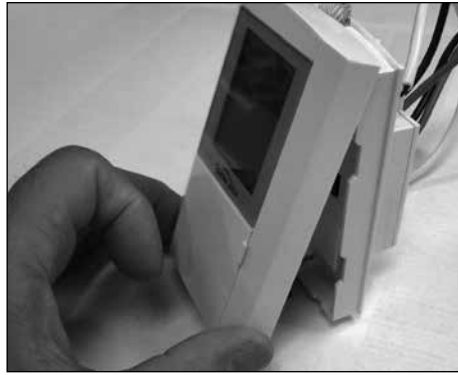

Figure 3
2. Loosen the screw on the bottom of the Front Panel and lift the Front Panel as shown in Figure 3.
2. Desserrer la vis en bas du panneau avant et soulever le panneau avant de la manière indiquée à la figure 3.